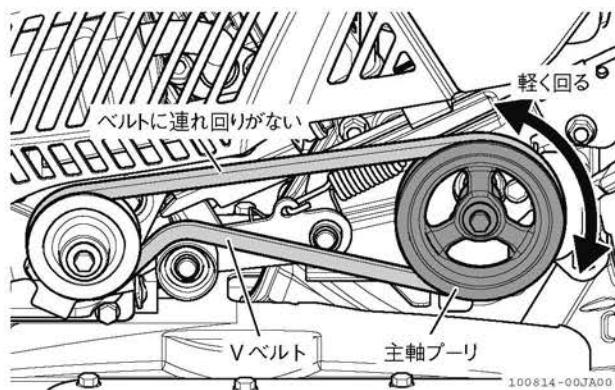

図 4-25 点検のしかた
3. 主クラッチレバー「切」位置にして、主軸ブーリを手で少し回しVベルトと主軸ブーリの連れ回りがないことを確認します。(図 4-25)